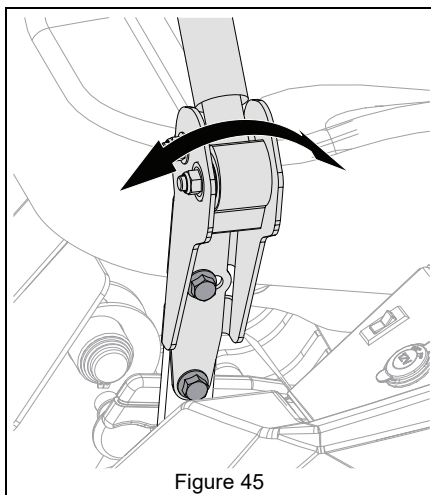

Figure 45
3. Desserrer la visserie de montage, aligner les leviers et serrer la visserie. Voir Figure 45.
Voir Figure 45.